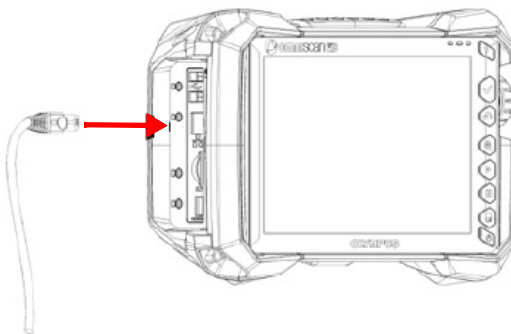

Figura 2-10 Inserção de um cabo na porta
2. Conecte o cabo de extensão Ethernet, USB e/ou HDMI na porta apropriada (Figura 2-10 na página 38).